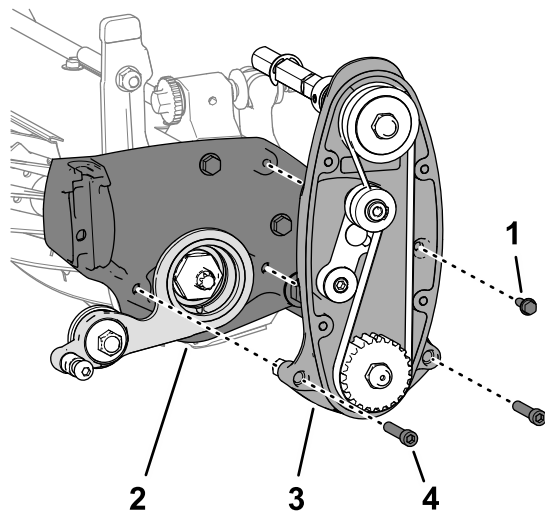

Bild 17
1. Fluchten Sie die Riemenscheibenbaugruppe am Mähwerk aus, wie in Bild 17 dargestellt.
2. Montieren Sie die Riemenscheibenbaugruppe und den Spindeltrieb mit den zwei Innensechskantschrauben (5/16" x 1 1/2") und den Sicherungsmuttern (5/16"), die Sie in 4 Entfernen des Spindeltriebs \(Seite 5\) entfernt haben, am Mähwerk (Bild 17).
3. Befestigen Sie den Spindeltrieb mit der Bundkopfschraube (1/4" x 3/4") am Mähwerk (Bild 17).